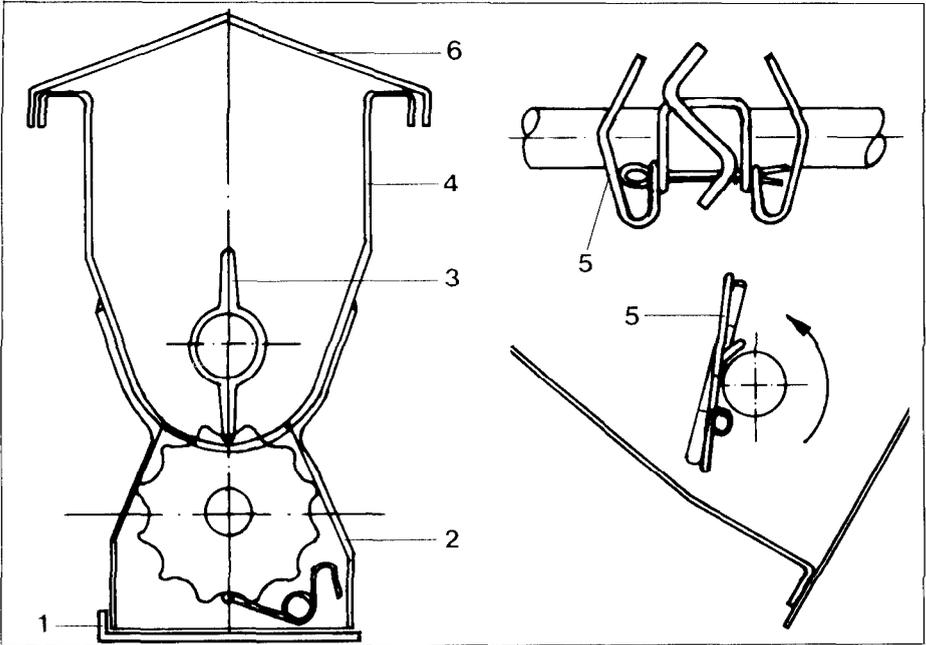
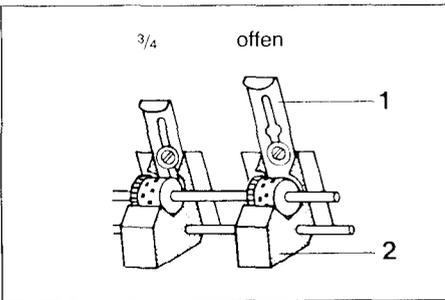

Fig. 38
Fig. 39
- a) Verschußplättchen (Fig. 38/1) unter den Dosiergehäusen (Fig. 38/2) abnehmen. Falls einzelne Säräder nicht benutzt werden, müssen die Verschußplättchen an den Dosiergehäusen über den nicht benutzten Särädern verbleiben.
- b) Beizgerät mit Beizmittel füllen. Hierbei ist darauf zu achten, daß die Gummirührwelle (Fig. 38/3) im Beizmittelbehälter (Fig. 38/4) senkrecht steht. Diese Stellung kann durch Drehen am Antriebsrad der angehobenen Drillmaschine erreicht werden. Beizgerät mit dem Deckel verschließen.
- i) Absperrschieber (Fig. 39/1) an Sägehäusen (Fig. 39/2) auf Stellung „ $\frac{3}{4}$ “ bringen, auch wenn in der Sätabelle Stellung „offen“ angegeben ist. Durch die intensive Rührwirkung der Rührbügel (Fig. 38/5) kann sonst Getreide über den Särädern unkontrolliert austreten.
Eine Entleerung des Beizgerätes kann vorgenommen werden, indem das Beizgerät in der Lagerung außen am Saatkasten nach dem Lösen der Ringschraube nach unten gedreht wird. Die Beizmittelreste fallen dann in den Deckel (Fig. 38/6) und können leicht nach dem Abnehmen des Deckels entfernt werden.
Die größte Sicherheit bietet eine Abdrehprobe für das Beizmittel. Hierzu muß, nachdem wie unter Punkten a-e auf Seite 37 beschrieben ist verfahren wurde, der Saatkasten geleert werden. Durch einige Umdrehungen an der Abdrehkurbel ist zu prüfen, ob aus allen Dosiergehäusen Beizmittel fällt. Dann werden die Dosiergehäuse unten durch die Verschlussplättchen (Fig. 38/1) verschlossen.
An der Abdrehkurbel wird nun mit der gleichen Anzahl von Kurbelumdrehungen wie für die Abdrehprobe für Getreide gedreht. Hierbei fällt das Beizmittel auf die Verschlussplättchen (Fig. 38/1) unter den Dosiergehäusen (Fig. 38/2).
Die Verschlussplättchen (Fig. 38/1) werden nun vorsichtig abgezogen. Hierbei ist darauf zu achten, daß kein Beizmittel verschüttet wird. Das Beizmittel wird von den Verschlussplättchen auf ein Blatt Papier o. ä geschüttet und mit einer Briefwaage gewogen.